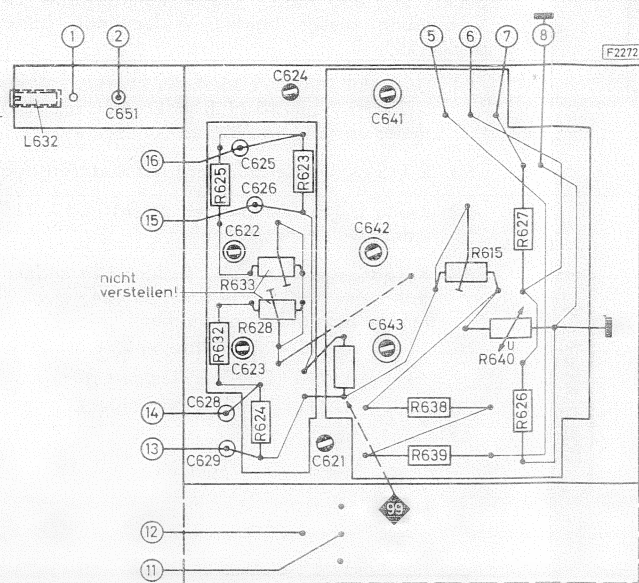

Abb. 6
- 1.9 Amplitudenmodulierten Meßmarkensender über Aufblasadapter an (2) (Abb. 6 und 8).
- 1.19 Wobbelgenerator über 1 pF-Keramikkondensator an (103) (Abb. 6).
- 2.1 Sichtgerät an (20), Wobbelgenerator über Aufblasadapter an (2) (Abb. 6 und 8).